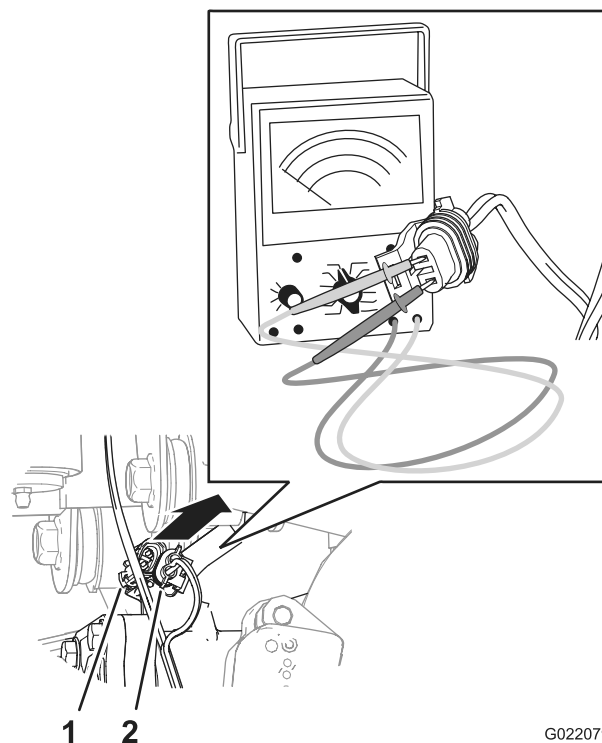

図 17
A. デファレンシャル用ハーネスの2ピン・コネクタから、車両用ハーネスの2ソケット・コネクタを外す（図 17）。
- D. 車両用ワイヤハーネスの2ソケット・コネクタに、テスターの針を差し込む（図 17）。
- 5. デファレンシャル用ハーネスの2ピン・コネクタに、車両用ハーネスの2ソケット・コネクタを接続する（図 17）。